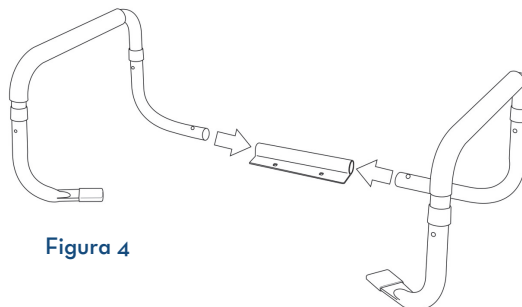

Figura 4
5. Introduzca el descansabrazos dentro del soporte del armazón, asegurándose que las clavijas salgan completamente por los hoyos de ajuste. Los descansabrazos pueden ajustarse al presionar las clavijas y colocarlas al ancho deseado. (Figura 4)